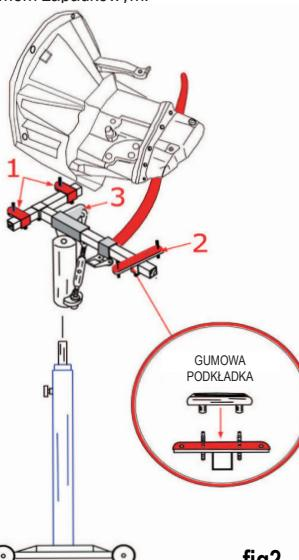

fig2
- Ustawić ramię do regulacji (nr 3 rysunek 2) po cięższej stronie skrzyni biegów.